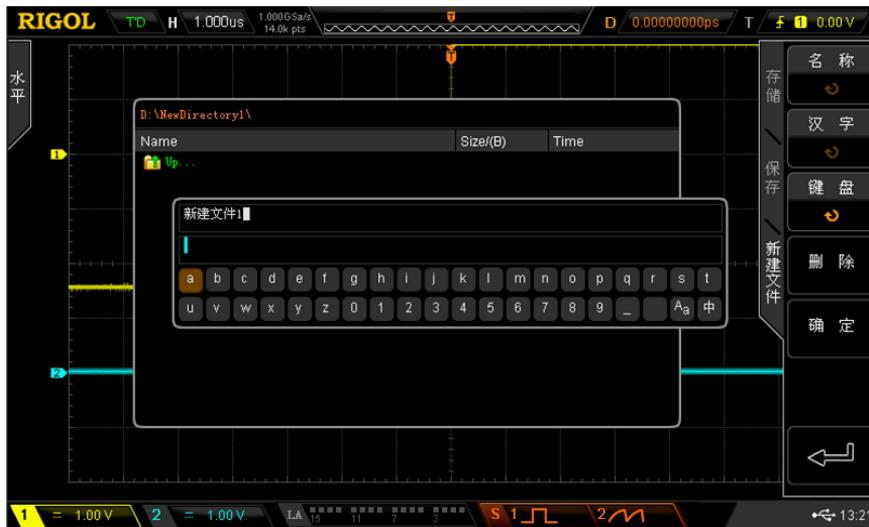

图 14-5 外部磁盘（新建文件）
- 4) 选定存储位置后, 按 **新建文件** 软键, 打开如图 14-5 所示界面, 参考“新建一个文件或文件夹”中的说明新建一个文件。